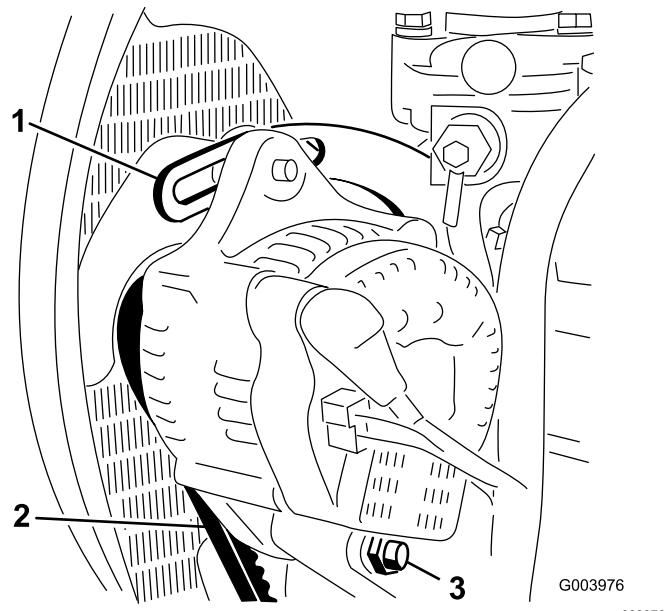

Bild 54
2. Prüfen Sie die Spannung des Lichtmaschinenriems, indem Sie eine Kraft von 10 kg in der Mitte zwischen der Lichtmaschine und den Riemscheiben der Kurbelwelle ansetzen (Bild 54).
3. Lockern Sie die Schrauben, mit denen der Bügel am Motor befestigt ist sowie die Schraube, mit der die Lichtmaschine an der Strebe befestigt ist (Bild 54).